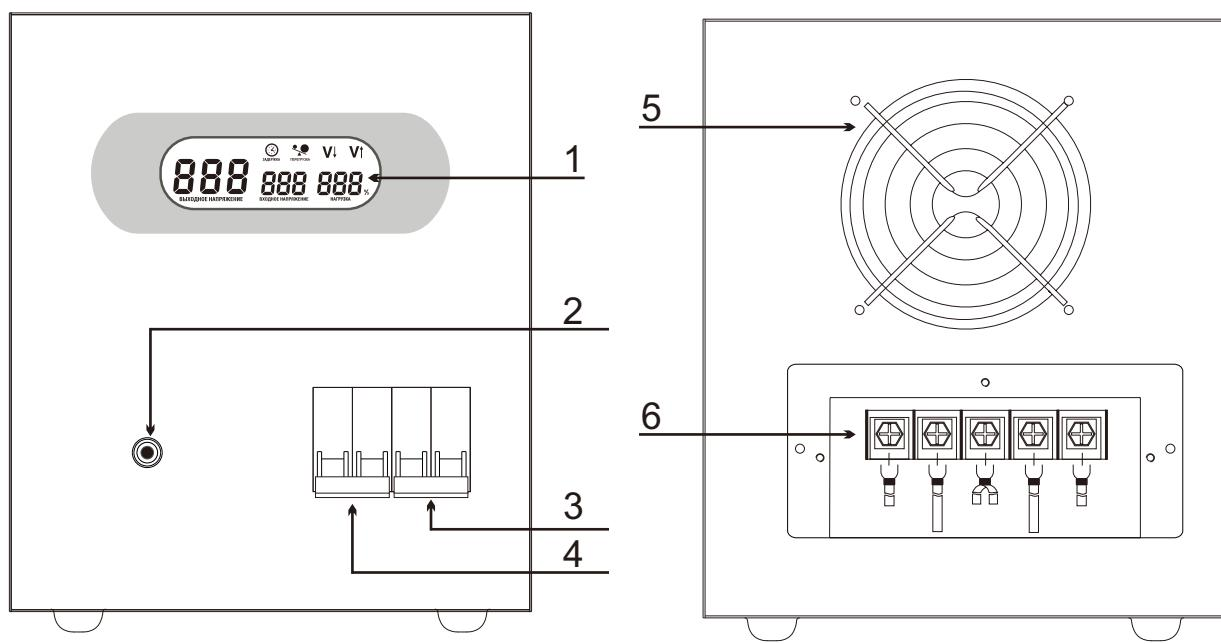

Рисунок 1. Внешний вид стабилизаторов напряжения SMARTWATT AVR STRONG 15000-20000VA.
- Переведите выключатель питания (см. Рисунок 1) на стабилизаторе в положение **OFF** (ВЫКЛ.).